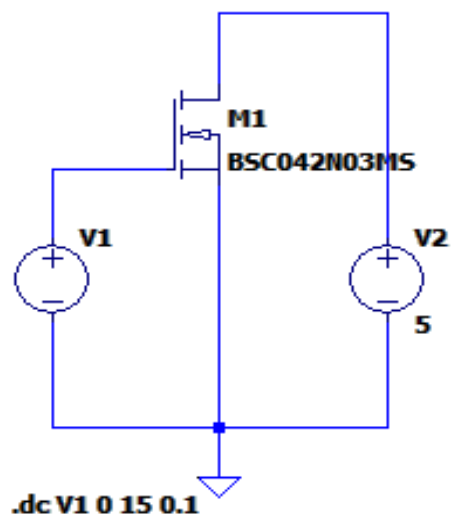

Рисунок 1. Модель для симуляции DC Sweep с пределом от 0 до 15[V] и шагом 0.01
1.1 По результатам начальной работы по построению, у нас получилась данная схема (рис.1)